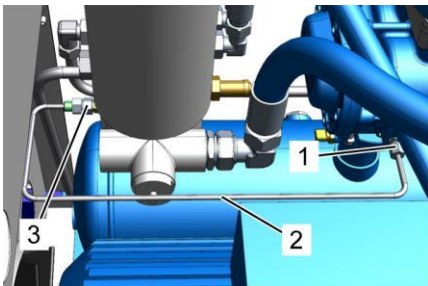

Рис. 43: Обратный трубопровод
Отсоедините обратный трубопровод (Рис. 43/2) на мультиблоке (Рис. 43/3) и ступени компрессора (Рис. 43/1).
6. Очистите обратный трубопровод (Рис. 43/2) и сопло, при необходимости замените их оригинальными запчастями (☞ Приложение D «Список запчастей» на странице 124).
7. Снова установите сопло и обратный трубопровод (Рис. 43/2) на место и затяните резьбовые соединения (☞ Приложение B «Моменты затяжки винтов» на странице 119).